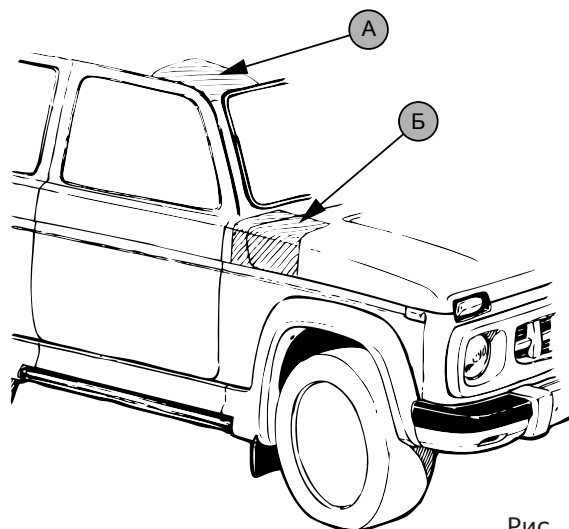

Рис. 1
1. Очистить, при необходимости, от грязи и пыли кузовные поверхности в местах прилегания шноркеля. Проклеить зоны А и Б (рис. 1) скотчем для удобства разметки и во избежание повреждений ЛКП при разметке и примерке.
2. Разметить по прилагаемому шаблону контур доработки капота в зоне Б (рис. 1). (Шаблон необходимо предварительно склеить из двух листов формата А4, страницы 3 и 4)